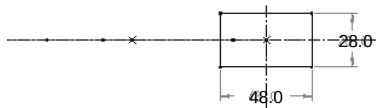

图 4.4.11 截面草图
Step6. 创建扫描特征的截面。在操控板中单击“创建或编辑扫描截面”按钮 , 进入 **草绘** 环境后，创建图 4.4.11 所示的扫描特征的截面草图，然后单击“确定”按钮 .